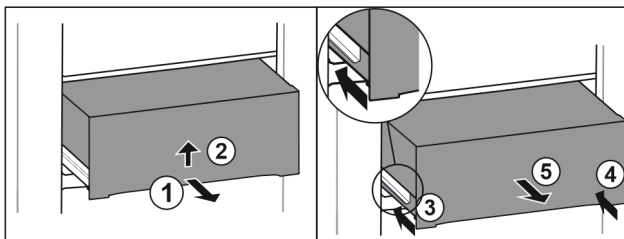

Fig. 31
- Tirer le tiroir jusqu'à mi-chemin. Fig. 31 (1)
- Soulevez le tiroir par le bas. Fig. 31 (2)
- Rentrer le rail de gauche. Fig. 31 (3)
- Rentrer le rail de droite. Fig. 31 (4)
- Retirer le tiroir par l'avant. Fig. 31 (5)